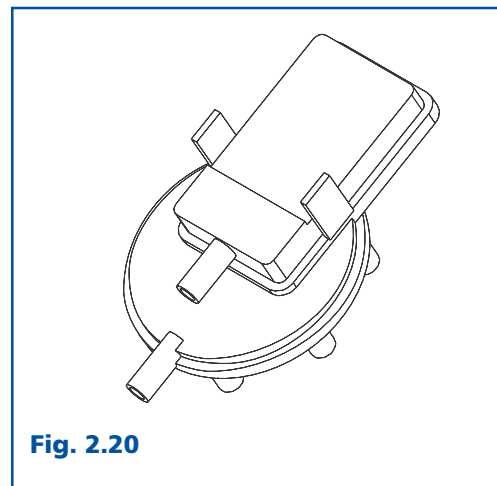

Fig. 2.20
2.16 Pressostato di sicurezza (P.A.D.) (Fig. 2.20)